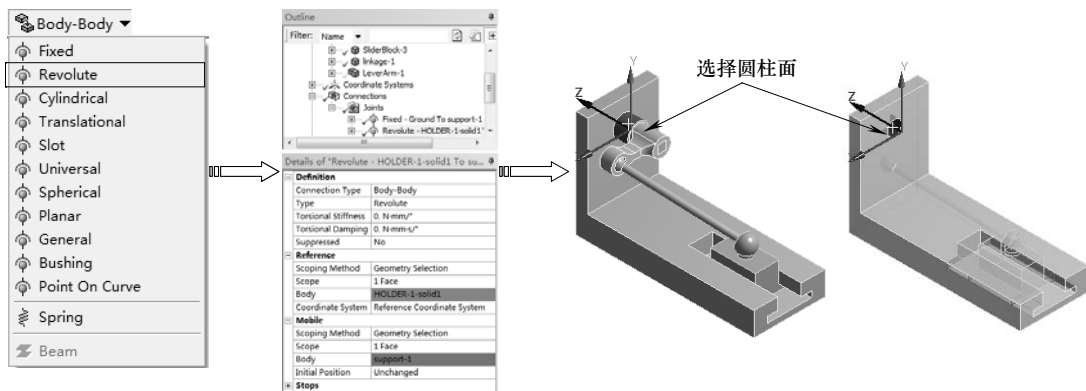

图 10-21 创建旋转副
4) 单击【Connections】工具栏上的【Body-Body】|【Revolute】命令，分析树中增加【Revolution-No Selection To No Selection】节点。分别选择如图 10-21 所示的表面，再分别单击详细设置窗口中的【Preference】和【Mobile】列表中【Body】下的【Apply】按钮完成，如图 10-21 所示。